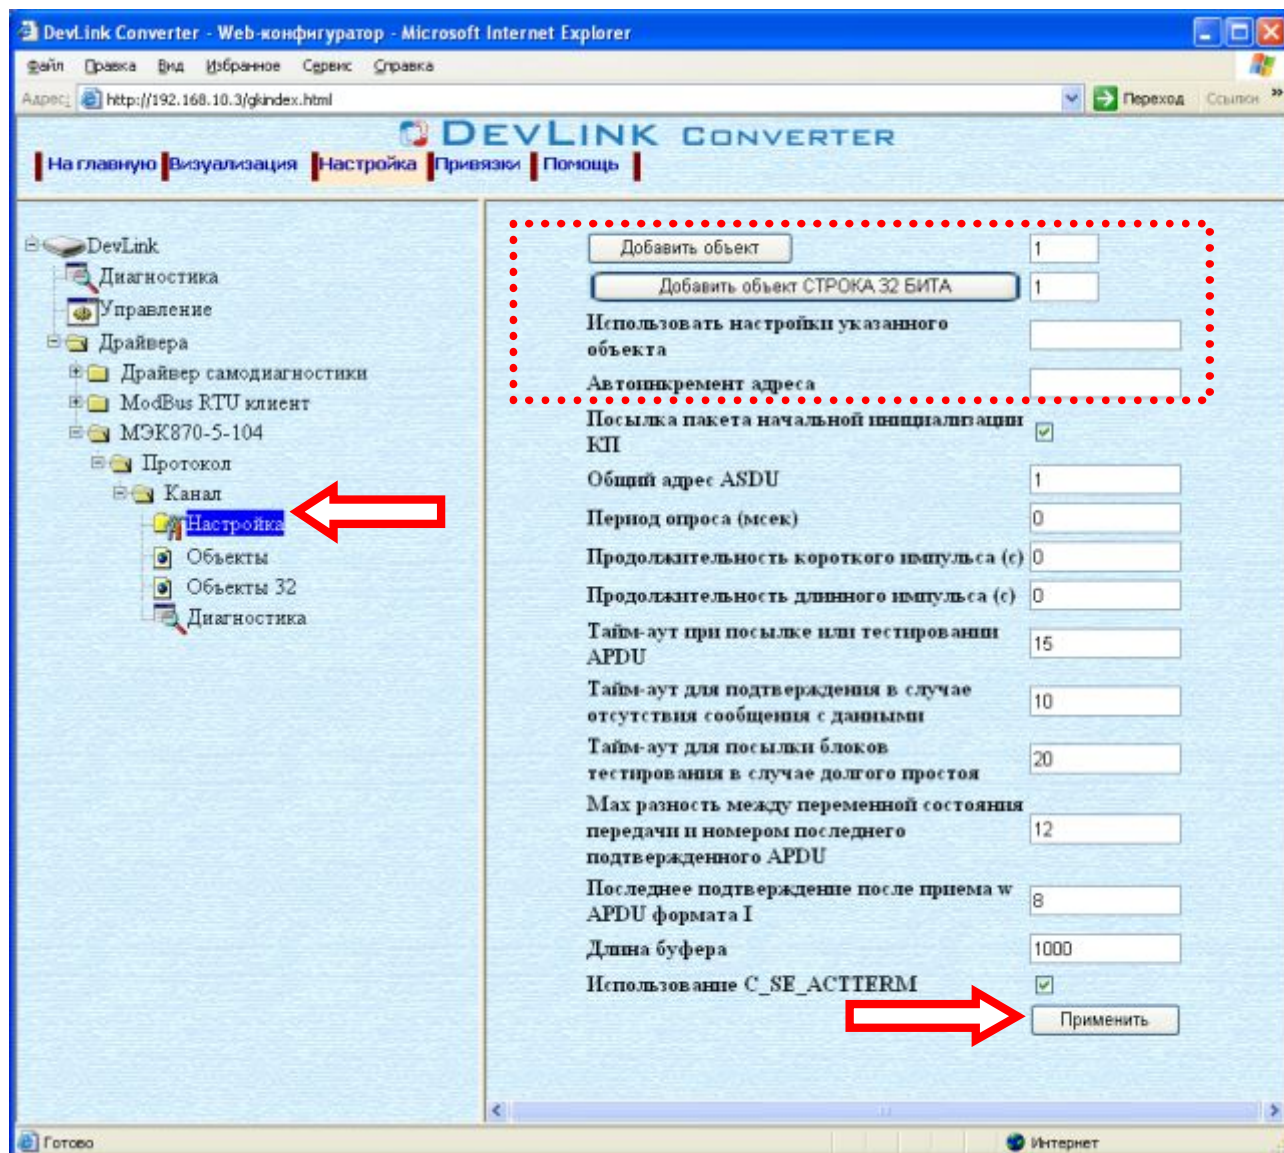

Рисунок 3.2 – Добавление объекта информации в канал
- Выберите в дереве объектов папку *«Настройка»* протокола драйвера (рисунок 3.2).
- Нажмите на кнопку *«Добавить объект...»*. В результате будет произведено добавление в канал соответствующего количества новых объектов информации. Дерево объектов будет обновлено. Папка *«Объекты»* канала драйвера должна содержать новые объекты информации (рисунок 3.2).